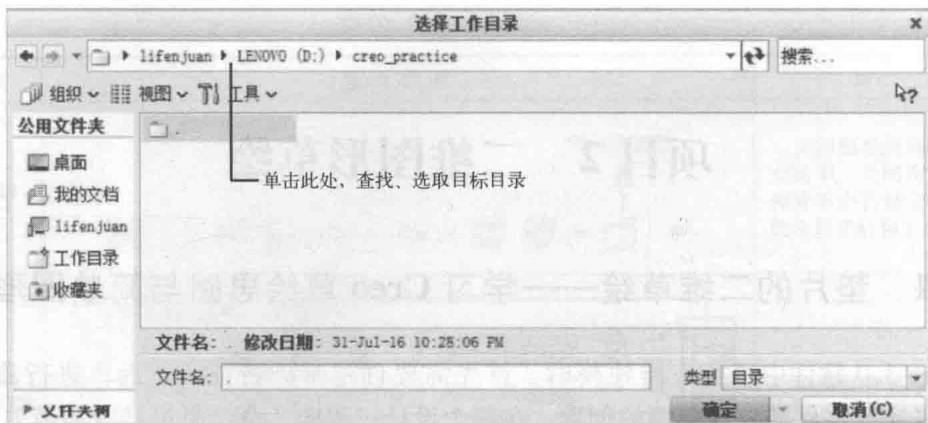

图 2-1-2 “选择工作目录”对话框
(1) 设置工作目录
① 启动 Creo 3.0 软件，单击“选择工作目录”按钮，或者选择【文件】下拉菜单→【管理会话】→【选择工作目录】命令。
② 系统弹出“选择工作目录”对话框，如图 2-1-2 所示，选择 D 盘，在 D 盘中新建文件夹“creo_practice”，并选取目录“creo_practice”，单击对话框中的“确定”按钮。
(2) 新建文件